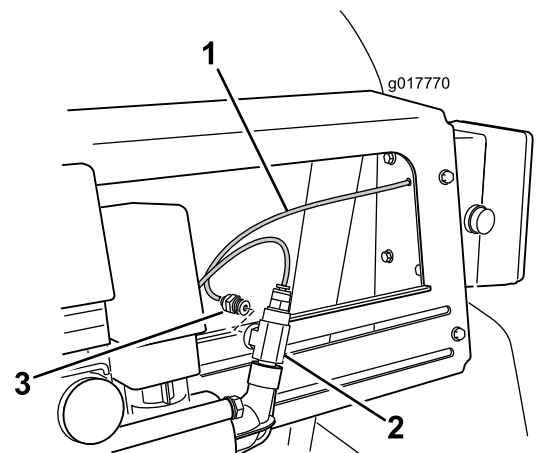

Bild 7
3. Befestigen Sie den roten Manometerschlauch, der aus der Rückseite des Schaltkastens kommt, in der Öffnung im T-Anschlussstück (Bild 7).